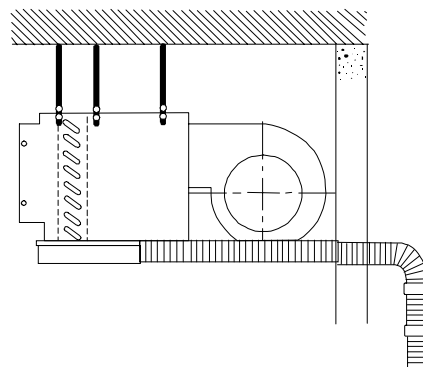

Figura 1
4. As tubulações de refrigerante entre as unidades externa e interna, e o dreno devem ser as menores possíveis (Figura 1).